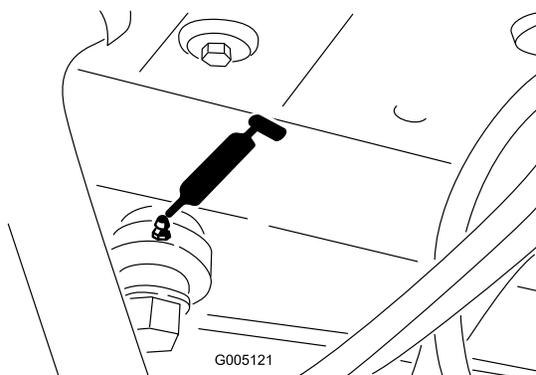

Рисунок 31
- Конец цилиндра рулевого управления (Рисунок 31)